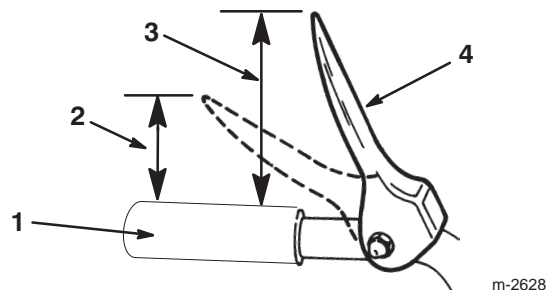

Figura 12
5. Controllate la distanza tra l'estremità superiore della maniglia e quella inferiore della leva di trasmissione di coclea/ventola. La distanza deve essere di circa 10,2 cm, come riportato nella Figura 12.
Nota: La forza necessaria per compiere tale movimento aumenta considerevolmente una volta eliminato l'imbandito della cinghia di trazione della coclea/ventola (circa mezza corsa del movimento della leva). La regolazione è corretta quando la forza **inizia** ad aumentare e la distanza tra l'estremità superiore dell'impugnatura e quella inferiore della leva di trasmissione di coclea/ventola è di 5 cm, come riportato nella Figura 12.